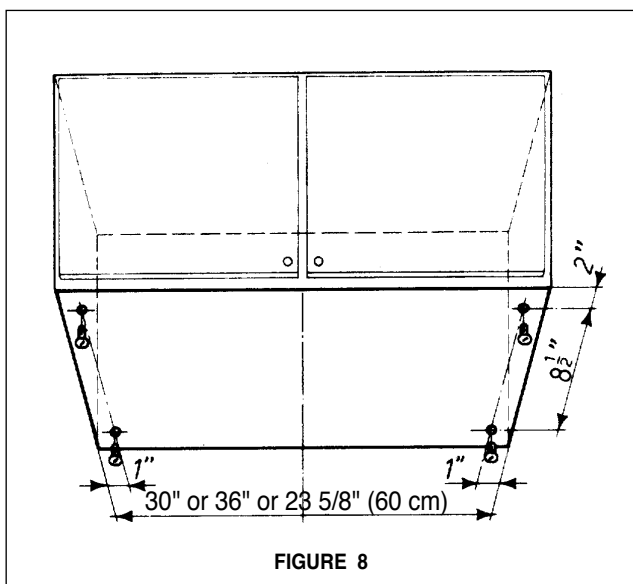

FIGURE 8
3. La hotte Agio se fixe à l'armoire avec quatre vis noir. Marquer l'armoire et placer les vis tel qu'il est indiqué à la FIGURE 8. Ne pas serrer les vis.